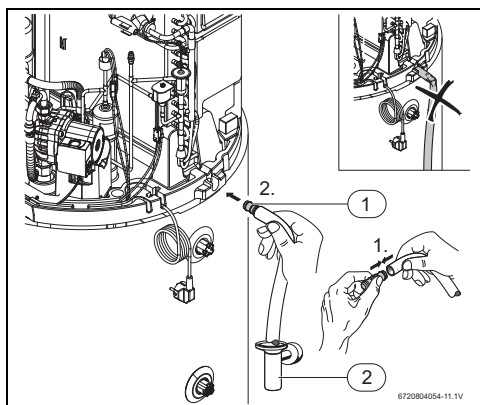

Fig. 12 Collecteur des condensats
- ▶ Raccordement de la conduite à l'écoulement des condensats¹⁾ (fig. 12, [1]).
- ▶ Faire évacuer les condensats par un siphon (fig. 12, [2]).